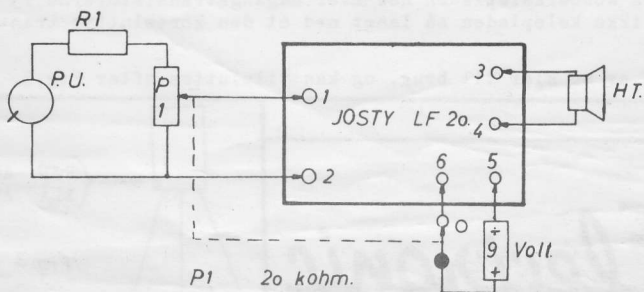

Fig. 5.
Forstærkeren LF 20 kan anvendes som grammofonforstærker, samtaleanlæg eller mikrofonforstærker, ekstra forstærker til radio eller båndoptager m.m. Den kræver kun en højttaler på 5 ohm samt et 9 Volt batteri. De elektriske forbindelser af printet er indtegnet på Fig.5, hvor man som indgangssignal har brugt en pick-up af krystaltypen. P1 er en styrkekontrol med afbryder (potentiometer), så man kan afbryde for strømmen til forstærkeren, når man ikke bruger denne. Forstærkeren kan eventuelt indbygges i grammofonkassetten, højttalerkassen eller i et kabinet.
8. Forstærker LF 2o er nu klar til brug, og kan tilsluttes efter Fig.5.